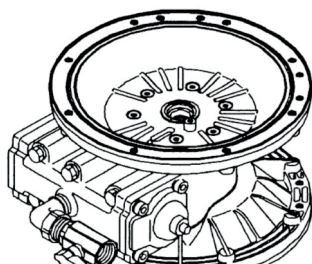

Fig 6.1
- Retire los 12 tornillos de la cámara de aire 6 tornillos por lado y quítela (Fig. 6.1).